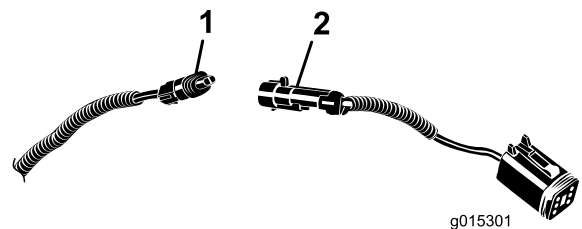

Figura 7
- Conecte el conector abierto del arnés de cables principal (situado en la parte trasera derecha del asiento) al arnés de cables corto suministrado con el asiento (Figura 7).